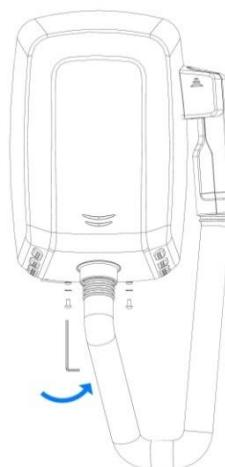
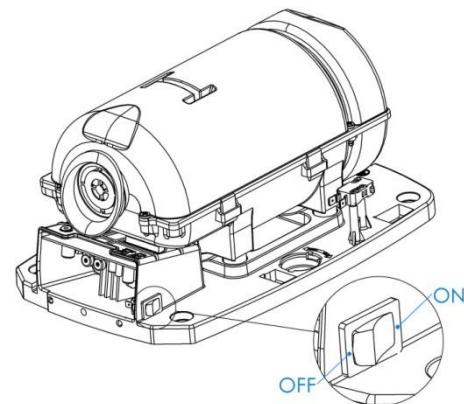

Abb. 11
Abb. 13
- Befestigen Sie das Gehäuse mit den entsprechenden Schrauben auf dem Sockel und ziehen Sie diese mit dem zu diesem Zweck mitgelieferten Schraubenschlüssel an. (Abb. 11)
Die Anpassung des Motors wird durchgeführt indem das linke Potentiometer bewegt wird, wie auf Abb. 11 gezeigt. Die Heiz-Resistenz wird mit dem an der linken Seite des Sockels angebrachtem Schalters abgestellt (Abb. 13)